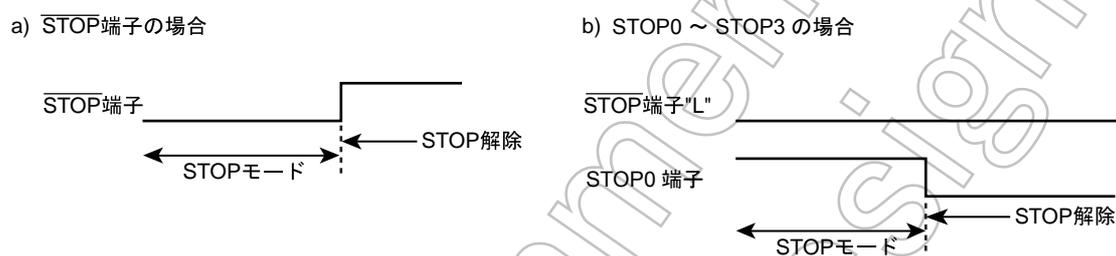

図 15-2 $\overline{\text{STOP}}$ 端子と STOP0 ~ STOP3 端子の優先順位
- 注 5) STOP0 ~ STOP3 入力によって STOP モードを解除する ("L" レベル) 場合は、STOP モード中 $\overline{\text{STOP}}$ 端子を必ず "L" レベルに固定してください。(図 15-2)